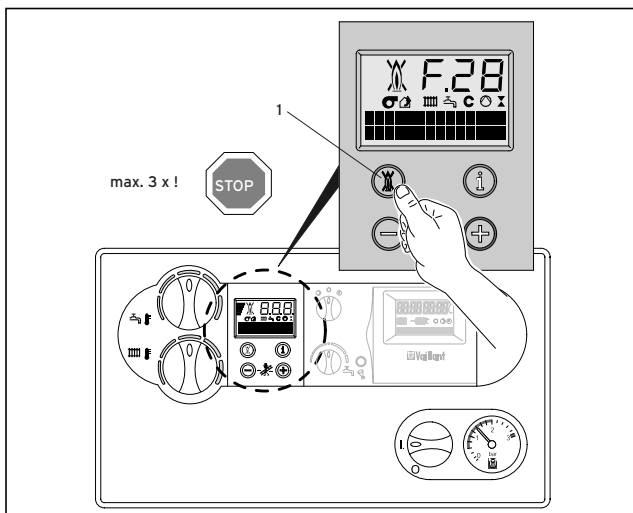

Bild B.10: Reset
- Tryck i detta fall på återställningsknappen (1) och håll den intryckt under ca 1 sek (bild B.10)